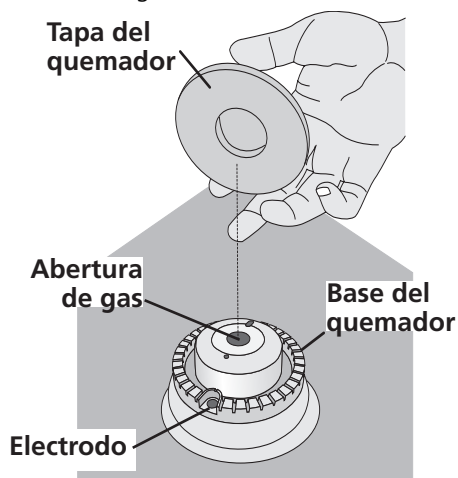

Figura 9
**B. Quemadores regulares:** Las bases y las tapas de los quemadores se encuentran sobre la superficie. Remueva todas las cintas de las bases de los quemadores y verifique que estos se encuentren acomodados correctamente sobre la base del quemador (vea Figura 9).